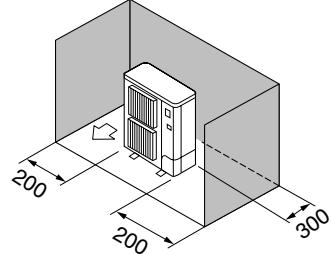

Fig. 2-4
③ Hindernisse nur auf der Rückseite und auf beiden Seiten (Fig. 2-4)